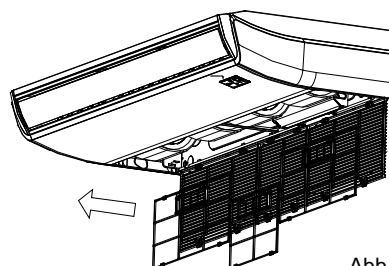

Abb.6-3
- Direkt den Filter Luft zu extrahieren, wie in Abb. 6-3.
- Setzen Sie den Luftfilter in der Rückwärtsposition (siehe Abb. 6-3).